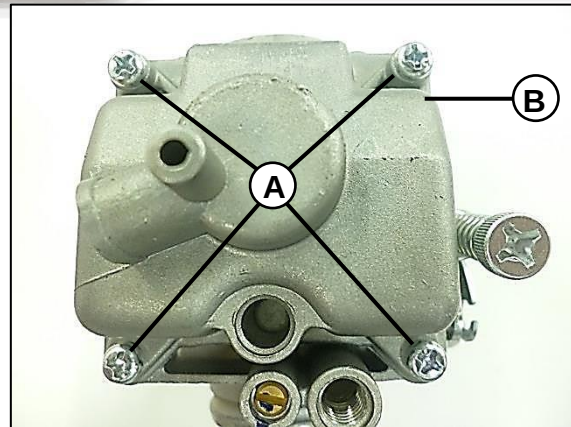
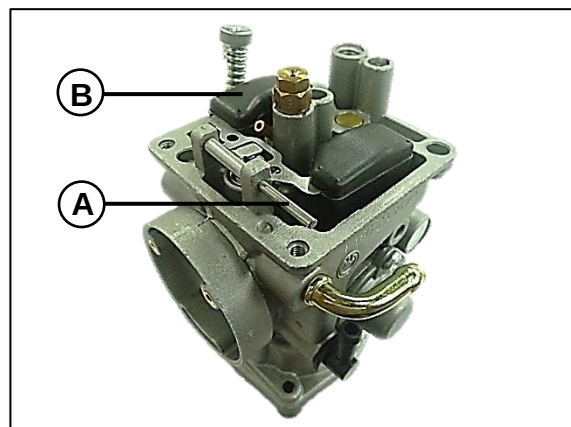

Fig.05
Fig.06
- Retire los tornillos (A) que sujetan la tasa del carburador. **Fig.05**
- Retire la tasa del carburador (B). **Fig.05**
- Retire el pasador (A) que sostiene el flotador.
- Retire el flotador (B). **Fig.06**